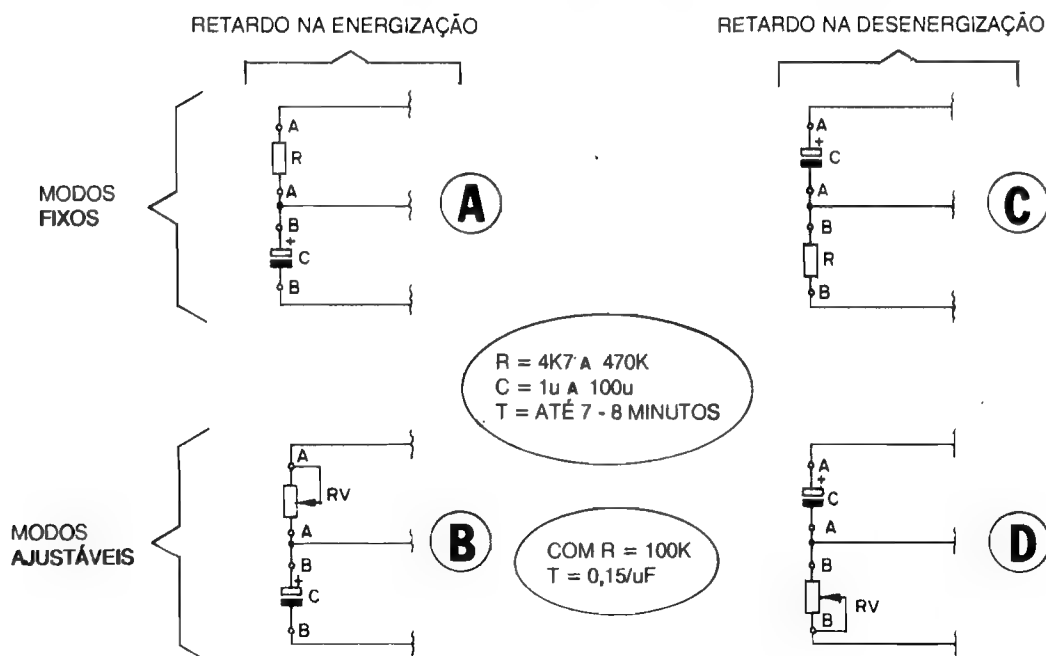

Fig.2
- FIG. 5 - DETALHANDO ("CHAVEADO") AS POSSIBILIDADES E COMBINAÇÕES DE RESISTOR/CAPACITOR PARA A DESEJADA TEMPORIZAÇÃO E COMPORTAMENTO... - O Leitor atento perceberá, na FIG. 5, a mera estilização, ou vista real do que foi diagramado na FIG. 2... Os próprios itens A-B-C-D referem-se exatamente às condições e comportamentos indicados, em esquema, naquela figura... Notem cada possível posição para o resistor fixo (RA ou RB), trim-pot (RVA ou RVB) e capacitor (CA ou CB)... Observar, ainda, que qualquer